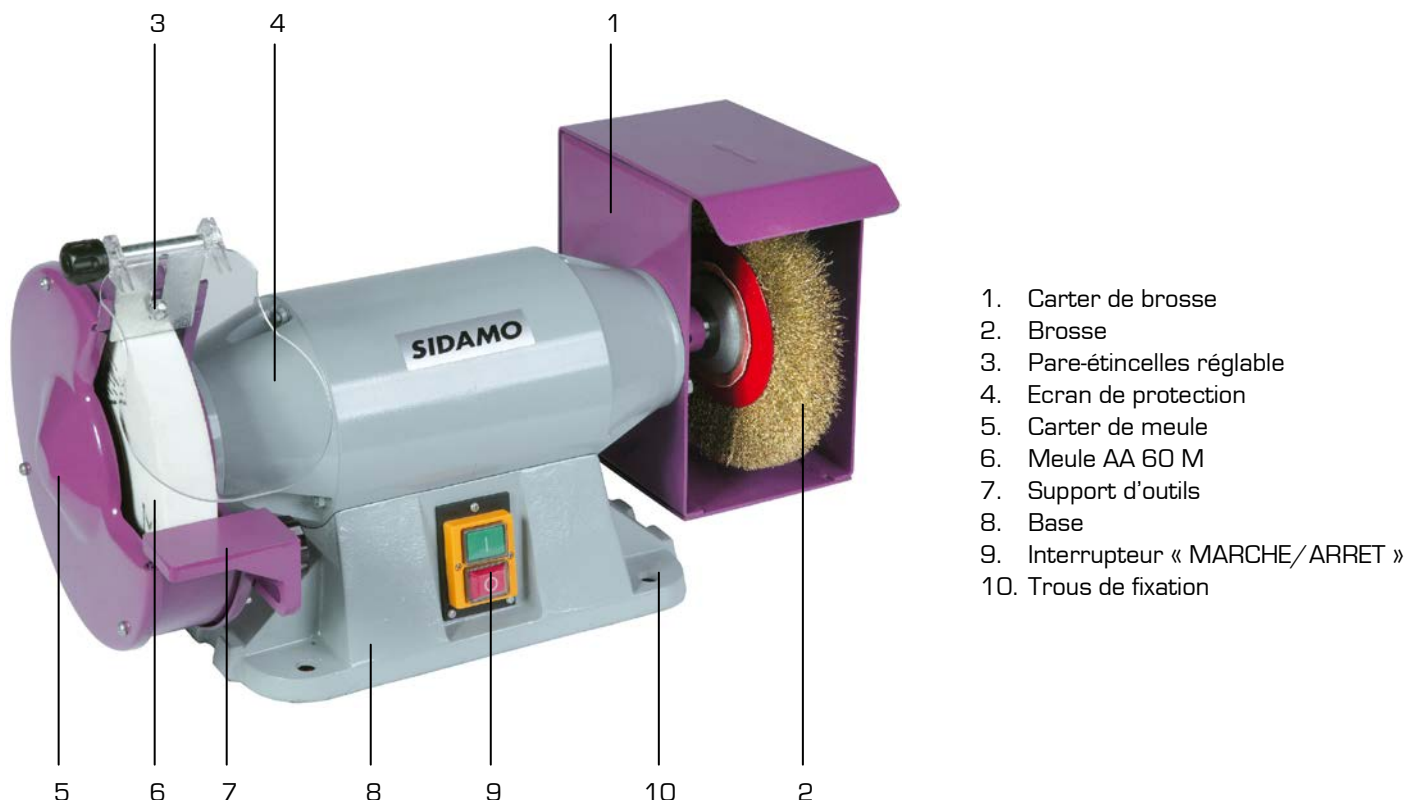

Figure 1
3. Fixer le touret sur le socle ou sur l'établi en introduisant 4 vis (M6) dans les trous (10 fig.1) puis les bloquer fermement au moyen d'écrous appropriés.